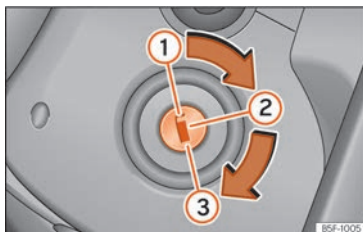

Fig. 216 Posiciones de la llave de contacto.
En esta posición »» **fig. 216 ①** el encendido y el motor están desconectados, pudiéndose bloquear la dirección.
- Gire la llave de contacto a la posición de arranque »» **fig. 216 ③**.
- Gire la llave de contacto hasta la posición »» fig. 216 ②. El testigo 🚗 se encenderá en caso de precalentamiento del motor.
- En cuanto se apague el testigo, gire la llave de encendido a la posición ③ para poner en marcha el motor y no pise el acelerador.
- Gire la llave hasta la posición »» fig. 216 .
- Extraiga la llave de encendido en la posición » **fig. 216** ① » **⚠**.